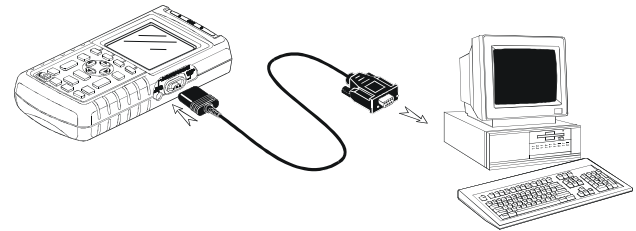

Figure 1-24. Connexion d'un ordinateur
- Utilisez le câble d'interface RS-232 opto-isolé (PM9080) pour connecter un ordinateur au OPTICAL PORT du testeur. Voir figure 1-24.